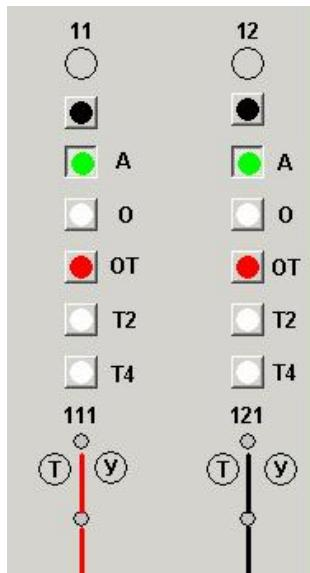

Рисунок 26
- кнопки коммутаторов управления замедлителями НТП двухпозиционные с фиксацией (рисунок 26). Служат при нажатии: